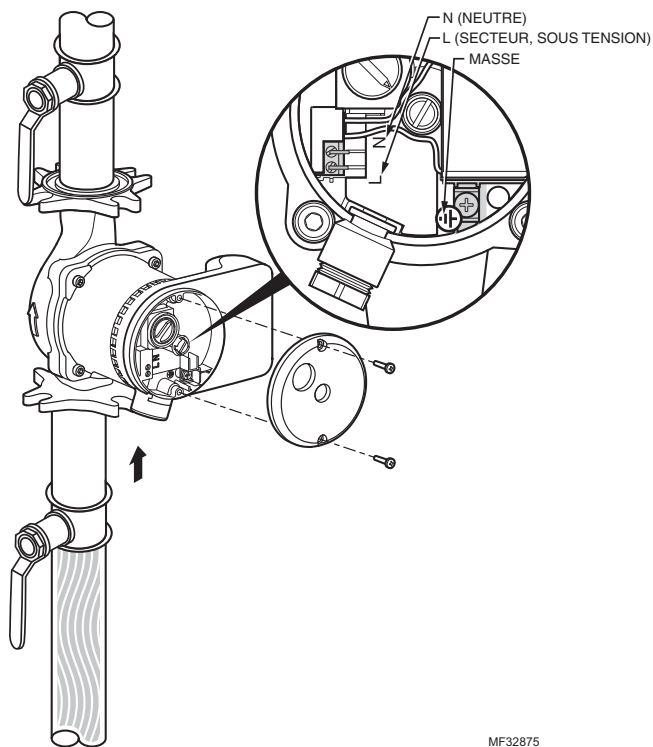

Fig. 8. Câblage de la pompe du circulateur.
- Brancher le fil de masse à la vis de masse à l'intérieur du boîtier (Voir la Fig. 8).
Rotor/arbre coincé	<ul style="list-style-type: none"> Isoler la pompe de l'alimentation. Retirer la vis d'évent (voir la Fig. 8). Tourner l'arbre dans le sens horaire à l'aide d'un petit tournevis. Visser la vis d'évent. Mettre la pompe en marche.